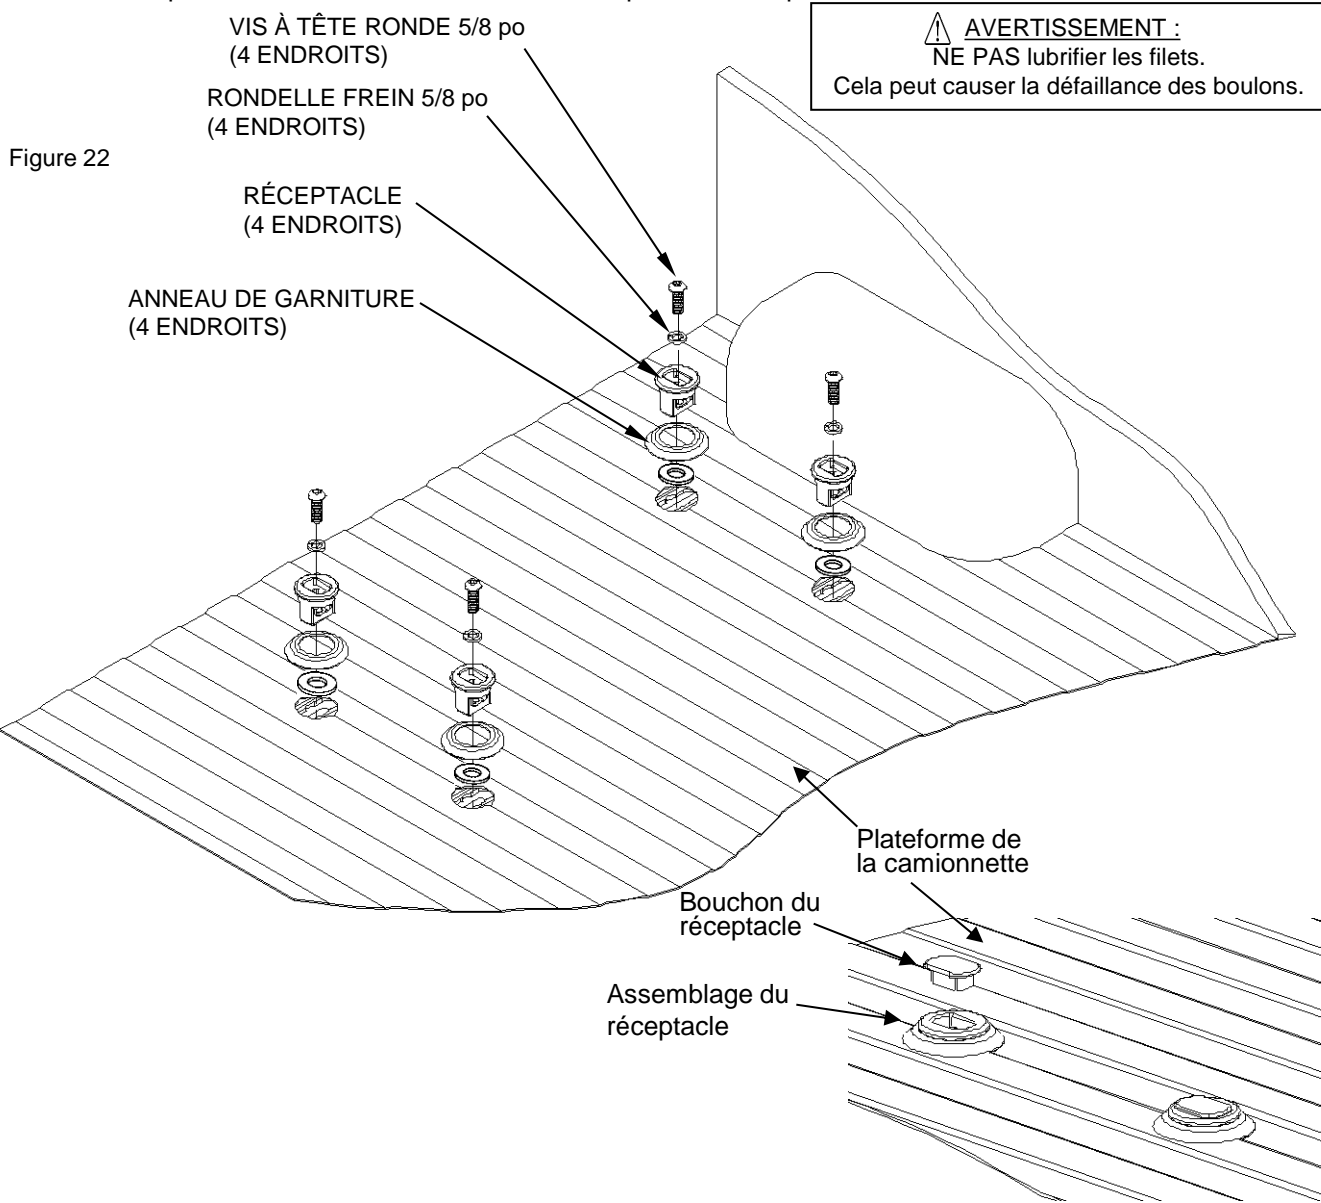

Figure 23
17. Insérer les bouchons dans les réceptacles (comme illustré) lorsque ces derniers ne servent pas. (Figure 23)